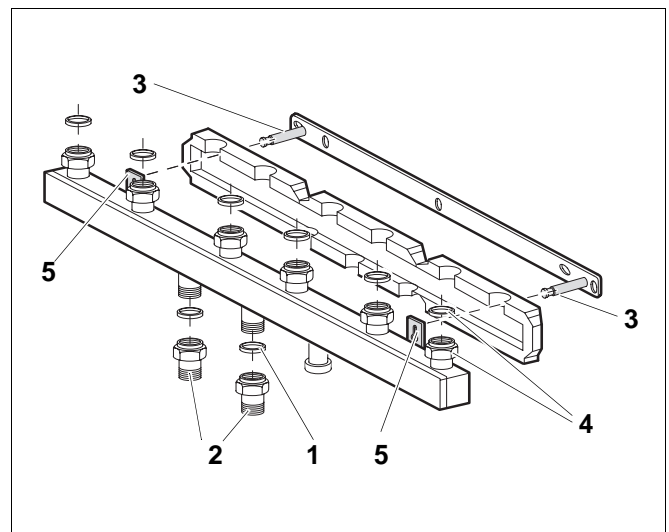

Abb. 7 Wandhalter für HKV 3
- Heizkreis-Verteiler HKV 3 mit den Aufhängungen (Abb. 7, Pos. 5) in die Stehbolzen (Abb. 7, Pos. 3) des unteren Wandhalters einhängen.
- Dichtungen (Abb. 7, Pos. 1) in die Verschraubung einlegen.
Werden Heizkreis-Sets DN 25 eingesetzt, so sind die Überwurfmutter und Dichtungen (Abb. 7, Pos. 4) durch die aus dem Ergänzungs-Set ES0 (optional erhältlich) zu ersetzen.
Anschluss-Set AS/HKV (Abb. 7, Pos. 2) (optional erhältlich) für den HKV unten auf die Anschlussstutzen schrauben.